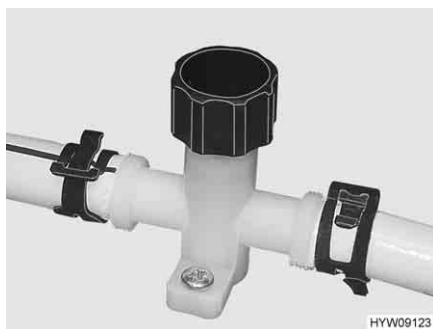

Fig. 119 Rubinetto di scarico (tubatura dell'acqua e scaldacqua)
- Chiudere tutti i rubinetti di scarico. A tal fine, ruotare il coperchio (Fig. 119) in senso orario.